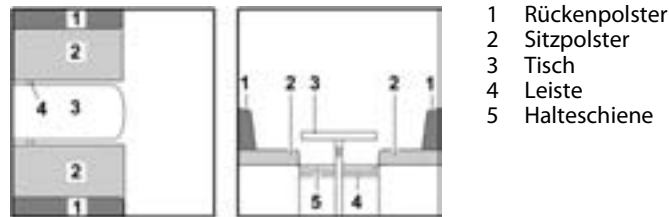

Bild 73 Vor dem Umbau
- Tisch (Bild 73,3) zum Bettunterbau umbauen (siehe Abschnitt 7.8).
- Leiste (Bild 73,4) einlegen oder zur Mitte ziehen. Die Leiste ist richtig positioniert, wenn sie die Tischplatte direkt hinter dem Tischfuß abstützt.